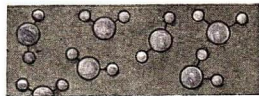

Abb. 435. Bild der Wassermoleküle
**6. Wertigkeit der Elemente.** Aus der Formel des Wassermoleküls  $\text{H}_2\text{O}$  sehen wir weiter, daß ein Sauerstoffatom O je zwei Wasserstoffatome zu **binden** vermag (Abb. 435).